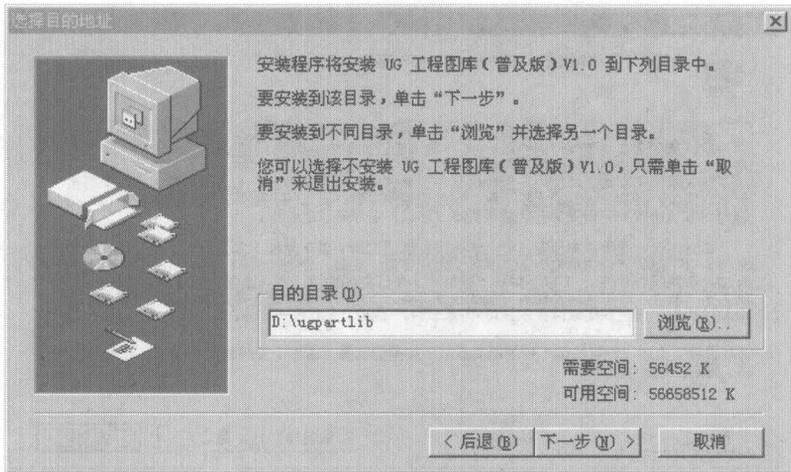
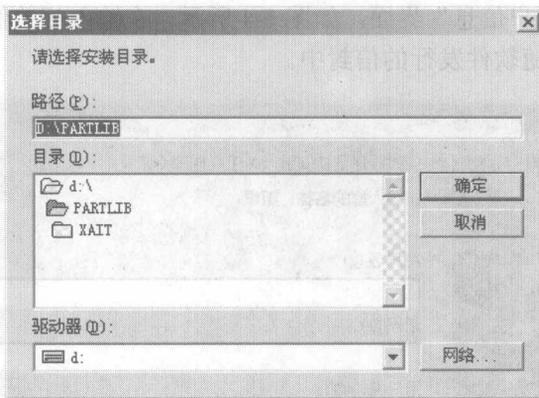

图 1-5 “选择目的地址”界面
图 1-6 “选择目录”对话框
(6) 进入“选择目的地址”界面, 如图 1-5 所示, 系统默认的安装目录是 D:\UGPARTLIB。如果希望安装在其他的目录中, 单击“浏览”按钮, 弹出如图 1-6 所示的“选择目录”对话框, 选择合适的文件夹后(注: 目录中不能有中文名称), 单击“确定”按钮, 返回如图 1-5 所示的界面。